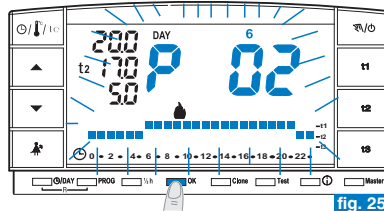

fig. 25
- À la fin de la lecture du programme, appuyer sur la touche **OK** pour le réactiver (sans cette opération, après 3 minutes, le chronothermostat réactive le programme initialement configuré) (exemple sur la fig. 25).